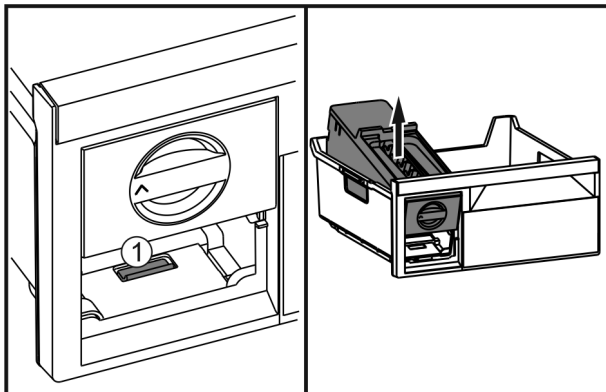

Fig. 38
- ▶ Stlačte západku Fig. 38 (1), EasyTwist-Ice zezadu zvedněte a vyjměte z mrazicí zásuvky.